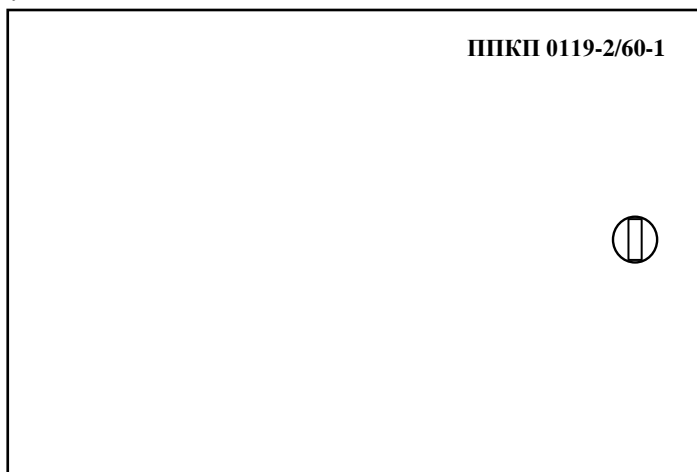

Рис. 4.2. Внешний вид Этажного прибора
4.1.2. Конструктивно Этажный прибор выполнен в виде законченной конструкции (рис.4.2), состоящей из корпуса с дверкой.